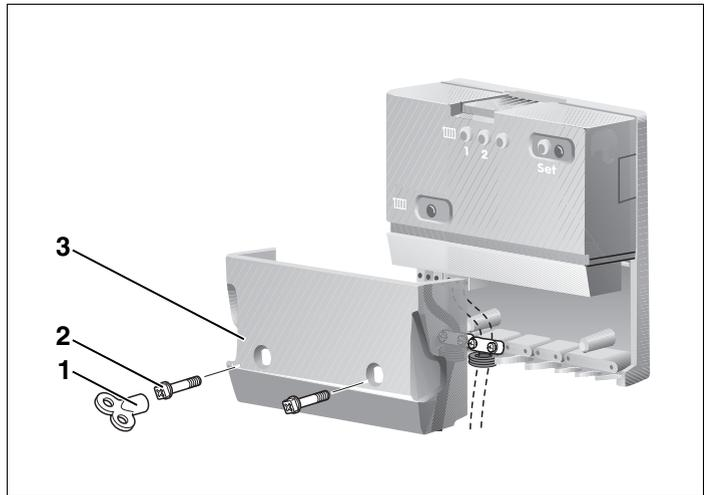

Fig. 5 Montage du cache-bornes
- Retirer le cache-bornes (fig. 5, **pos. 3**). Desserrer les vis cruciformes (fig. 5, **pos. 2**) avec un tournevis approprié ou avec une clé de purge (fig. 5, **pos. 1**).
- Monter le cache-bornes (fig. 5, **pos. 3**).